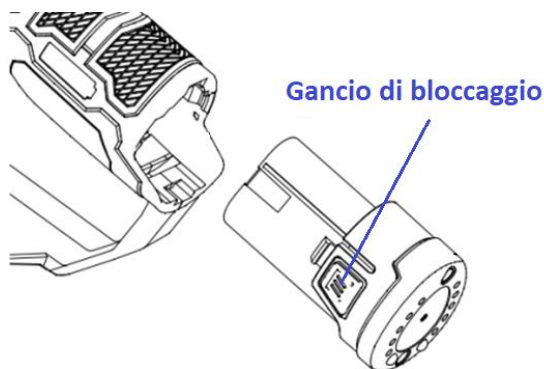

Fig. 3
Rimozione e installazione della batteria (Fig. 3)
- Per installare la batteria, allineare il componente con lo strumento come illustrato in Fig. 3, quindi inserirla nel vano batteria fino a sentire un clic.